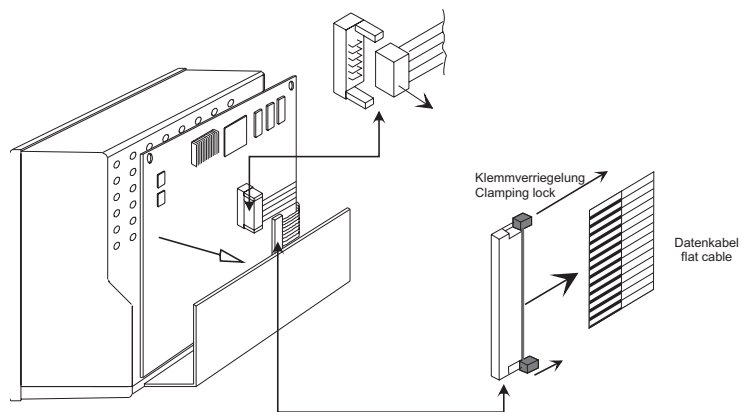

Bild 4-4: Lösen der Datenkabel
6. Lösen sie die Verriegelung des Datenkabels CN-2. Ziehen sie das Datenkabel aus dem Steckverbinder heraus. Lösen sie ebenfalls die Verbindung des Kabels an CN-1. (Bild 4-4)